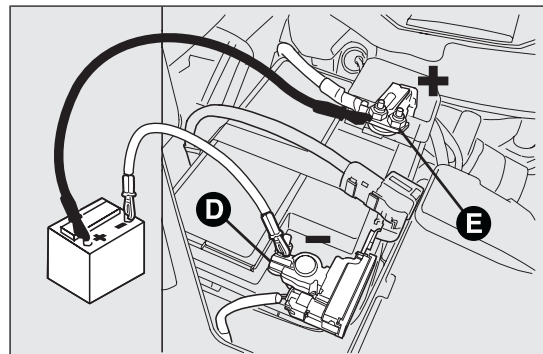

РИС. 130
- подсоединить положительный провод зарядного устройства к положительному зажиму аккумулятора E РИС. 130, а отрицательный провод к клемме датчика D;